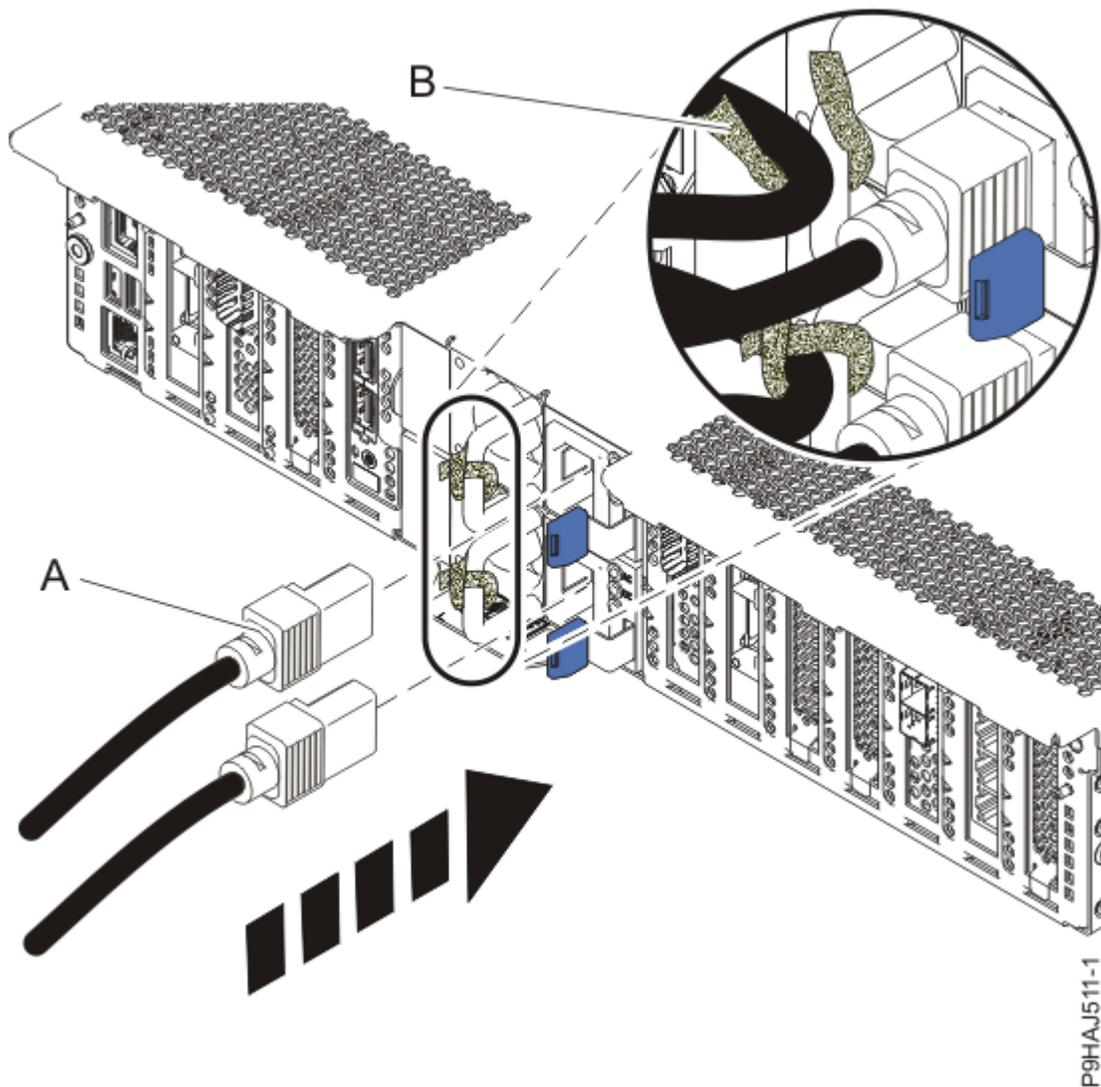

Figura 16. Conexión de los cables de alimentación
7. Mediante las etiquetas, vuelva a conectar los cables de alimentación **(A)** a la unidad del sistema. Sujete los cables de alimentación al sistema utilizando los mecanismos de sujeción **(B)** tal como se muestra en la Figura 16 en la página 18.